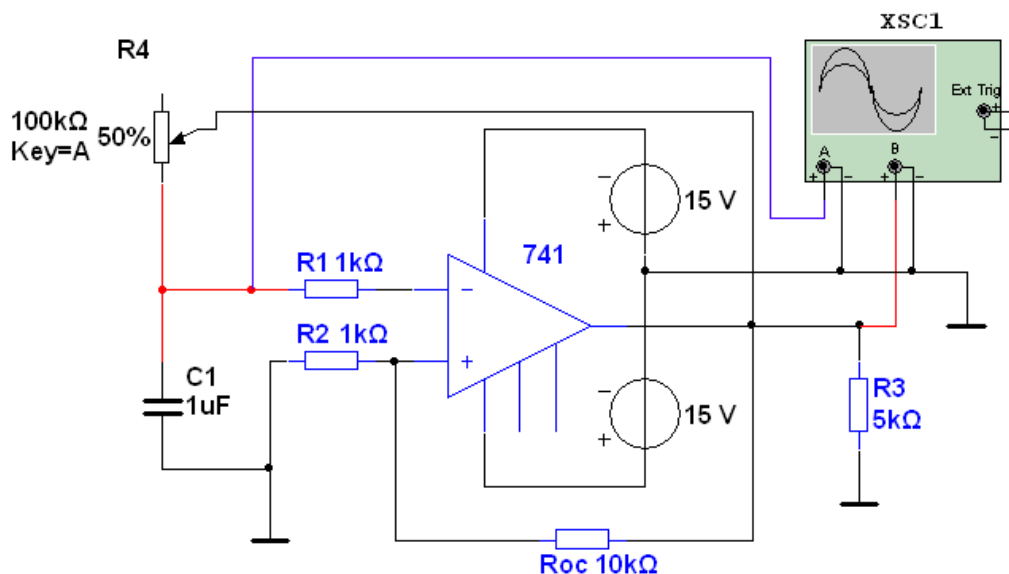

Рис.9.3.
9.2.7. Преобразуйте схему триггера Шмитта в генератор прямоугольных импульсов, как показано на рис. 9.3.